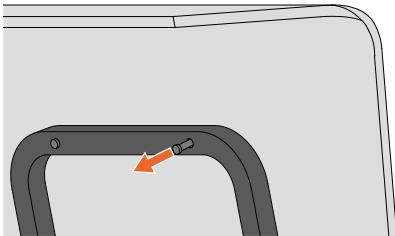

Figure 2 - Retrait du boulon du dossier.
- Dévissez le boulon et la rondelle à l'arrière de la banquette comme indiqué dans la figure 2.